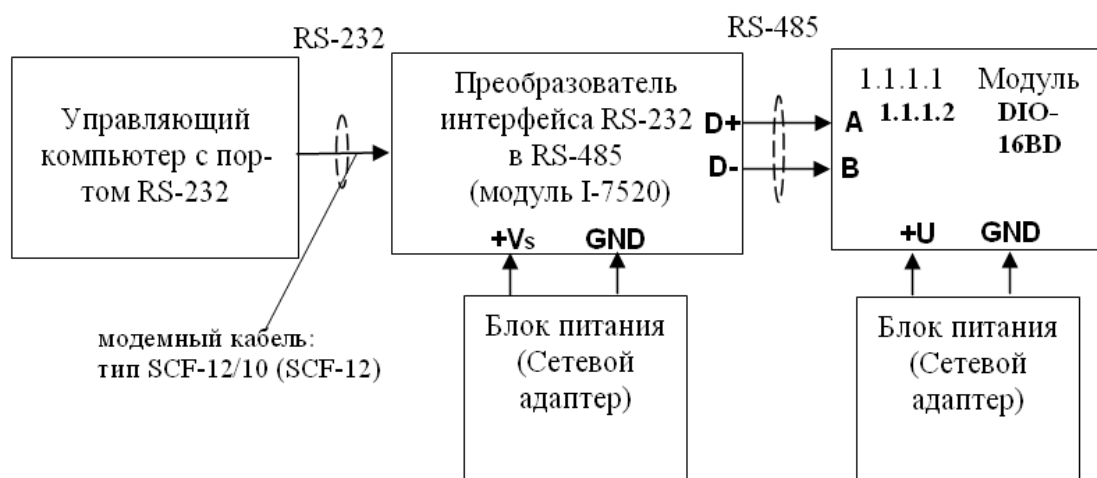

Рисунок 6.1
- подготовить рабочее место по схеме рисунок 6.1